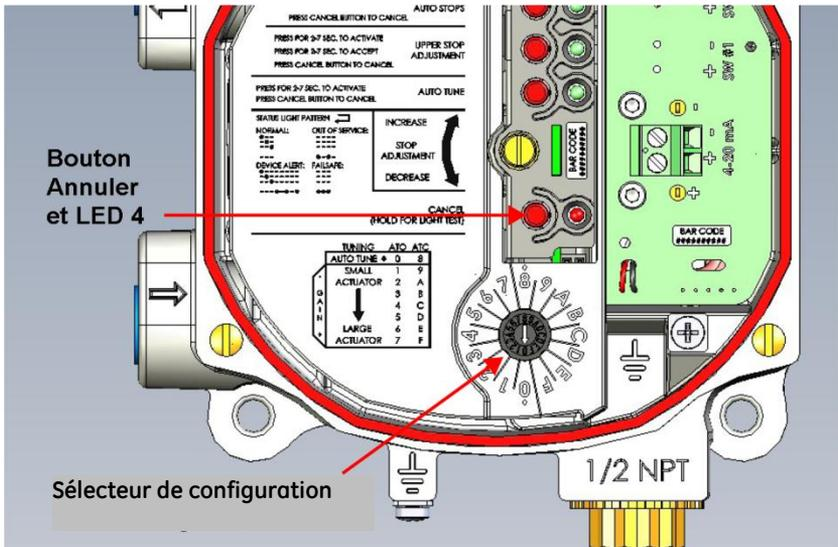

Figure 22 Sélecteur de configuration
- Tourner le *sélecteur de configuration* et mettre la flèche en face d'un des réglages prédéfinis (Figure 22).